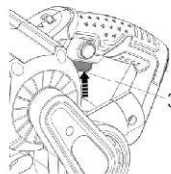

Bild 13
- Starta apparaten genom att trycka på strömställaren (3) (bild 13).
- Släck apparaten genom att frigöra strömställaren (3).